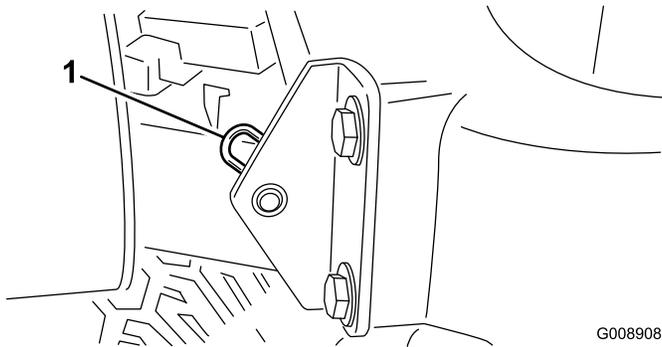

Figura 27
2. Togliete la coppiglia che fissa il perno del cofano alle staffe di montaggio (Figura 27).
Nota: I raccordi di ingrassaggio sono montati a paro sui rulli (Figura 27) e necessitano di un adattatore per l'ugello dell'ingrassatore a pressione. Per ottenerlo, ordinate il N° cat. 107-1998 presso il Distributore Toro autorizzato di zona.